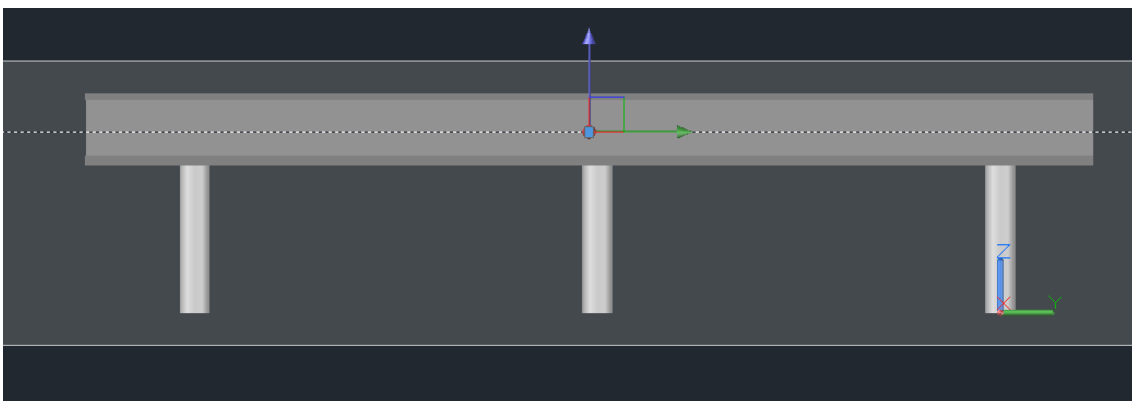

Figura 3. Sección longitudinal del puente.
| Figura 3. Sección longitudinal del puente. | 4 |
- **Designar una cara.** Si designamos una cara el programa nos va a generar un plano a través del cual se verá lo que hay en el interior del elemento. Dicho plano será paralelo a la cara designada, en la figura 3 podemos ver el resultado. Cuando nos aparece dicho plano, podemos seleccionarlo y moverlo para ver la sección de dicho plano a diferentes distancias.